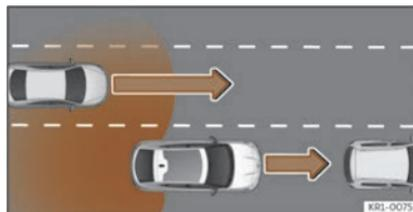

Fig. 124 Sorpasso con traffico nella parte posteriore.
- Quando si viene sorpassati da un altro veicolo >>> **fig. 124**.